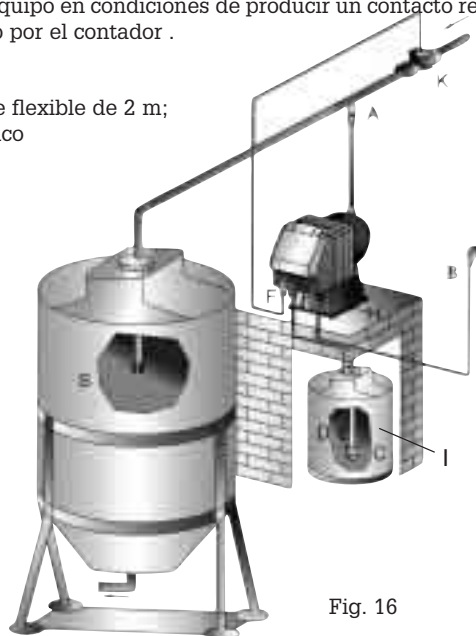

Fig. 16
8.1.2 - ESQUEMA TÍPICO DE UNA INSTALACIÓN (Fig.16)